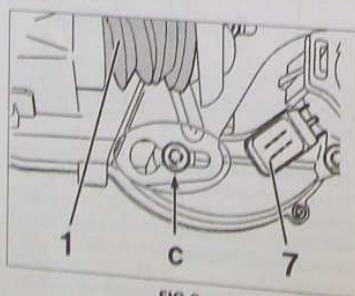

FIG.9
- l'état du soufflet de protection de la tige de poussée (1) (Fig.9).